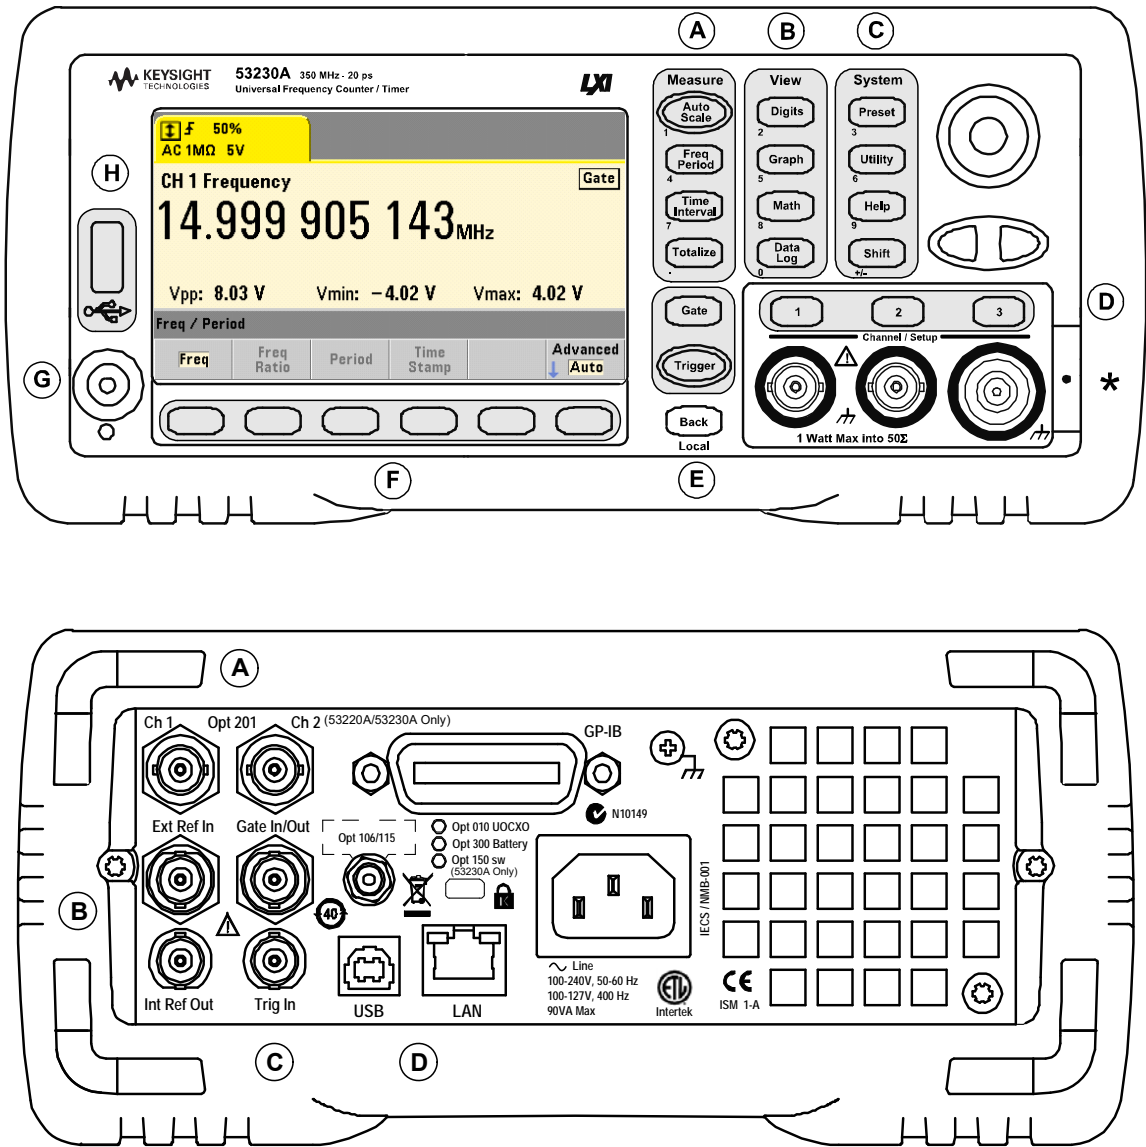

Figure 1-1 Compteur/fréquence-mètre universel 53220A/53230A
La Figure 1-1 illustre les panneaux avant et arrière du compteur/fréquence-mètre universel Keysight 53230A 350 MHz. Outre leurs dimensions identiques, les 53220A et 53230A sont proposés avec les mêmes options, à l'exception toutefois de l'option 150 - Firmware de mesure d'impulsions, disponible uniquement pour le modèle 53230A.
- D.** Touches Channel : permettent de sélectionner la voie d'entrée et d'afficher le menu des touches de fonction afin de configurer le parcours des signaux d'entrée. Notez que la Figure 1-1 illustre l'Option 106 / 115 - Voie 3. La configuration du parcours des signaux est décrite au Chapitre 4.
Le panneau arrière du 53230A illustré à Figure 1-1 comprend l'Option 201 (entrées parallèles du panneau arrière) et l'Option 400 Interface GPIB. Vous trouverez, ci-dessous, une brève description des bornes du panneau arrière.